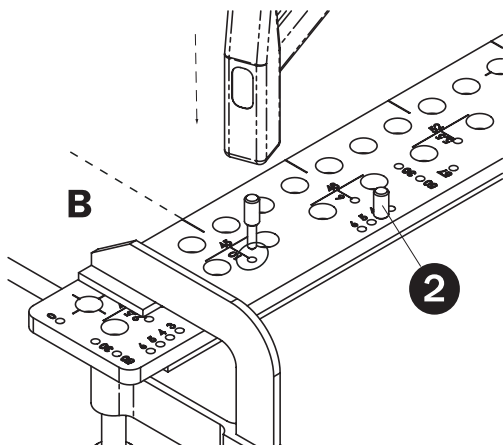

Fig. 18
Dopo aver effettuato i fori per le viti da legno indicate il centro del cardine con l'arresto (**pos. 2**) con la punta alla fine. Inserite l'arresto nel foro e battendo leggermente l'arresto dall'alto con un martello creerete il buco di guida per la punta per cerniera (**Fig. 18**).